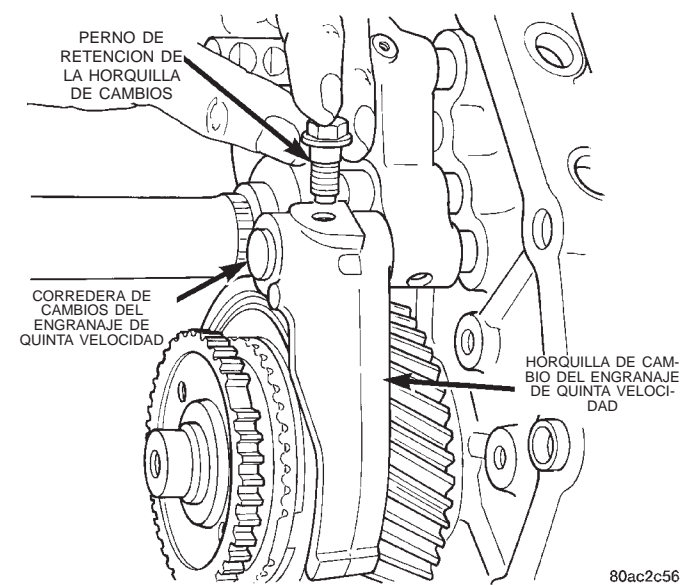

Fig. 95 Instalación del perno de retención del engranaje de quinta velocidad
(41) Instale la horquilla de cambio de quinta velocidad en el conjunto del engranaje de quinta velocidad del árbol intermediario.
(42) Instale los cojinetes del engranaje de quinta velocidad del árbol intermediario en el conjunto del engranaje de quinta velocidad del árbol intermediario.
(43) Emplace el conjunto del engranaje de quinta velocidad en el árbol intermediario. Asegúrese de que la horquilla de cambio del engranaje de quinta velocidad quede instalada sobre la corredera de cambios del engranaje de quinta velocidad.
(44) Instale el anillo sincronizador del engranaje de quinta velocidad.
(45) Emplace el anillo de tope del engranaje de quinta velocidad en el árbol intermediario.
(46) Con un martillo de goma adecuado y un separador, golpee ligeramente el anillo de tope del engranaje de quinta velocidad para instalarlo en el árbol intermediario.
(47) Instale un perno nuevo para fijar la horquilla de cambio de quinta velocidad a la corredera de cambios del engranaje de quinta velocidad (Fig. 95).